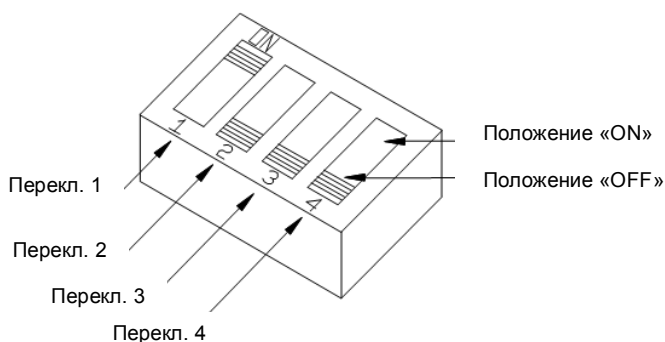

Рис. 2
4. Установите переключатель интенсивности в желательную позицию. Установка обозначена указателем на нижней части линзы. См. рисунок 2.
Установите переключатели в необходимые вам положения руководствуясь рис. 2 и таблицами 2 и 3